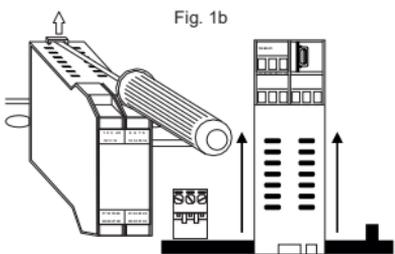

Fig. 1b
- 1) Déplacer vers l'extérieur les deux crochets sur la partie arrière du module comme illustré dans la fig. 1b.